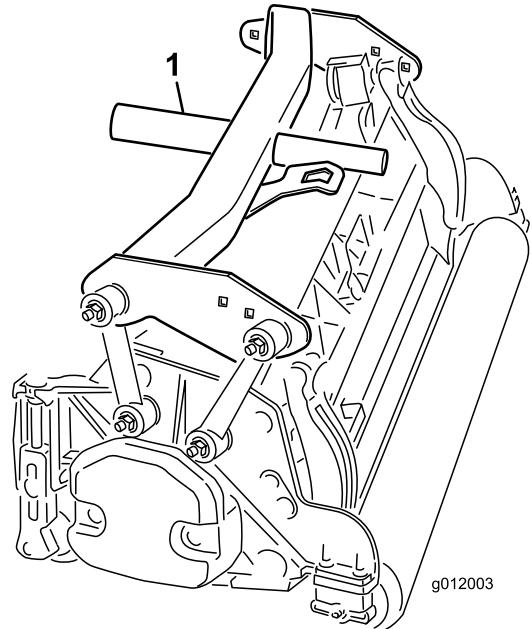

Figura 18
- Coloque el bastidor de tiro trasero (Figura 18) sobre la unidad de corte trasera.